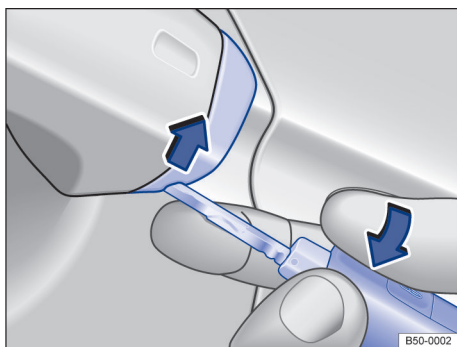

Fig. 58 Maçaneta da porta do condutor: levantar a capa de cobertura. ▶
- Levantar a capa de cobertura com a chave do veículo no sentido da seta → Fig. 58.